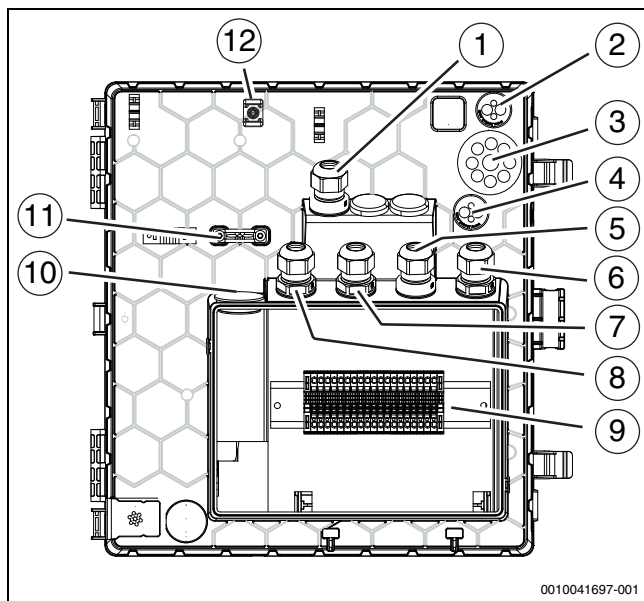

Bild 31 Kabeldurchführungen zum Klemmenkasten
3. Kabel in den Klemmenkasten führen (→ Abbildung 31).
Bei Kabeldurchführungen (→ Abbildung 31 [2], [3], [4], [10]) genügt ein kleiner Einstich in die Membran, dann können die Leitungen durchgeschoben werden.
- Nach dem Einführen der Kabel die Kabelverschraubungen festziehen (→ Abbildung 31 [1], [5], [6], [7], [8]).
- Die festgelegten Befestigungspunkte [12] für die Befestigung der durch die Einführungen geführten Kabel verwenden (→ Abbildung 31 [2], [3], [4]).